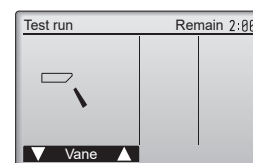

Fig. 7-6
- ① Vérifiez le volet automatique à l'aide des boutons [F1] [F2]. (Fig. 7-6)
- ② Appuyez sur le bouton [RETURN] (RETOUR) pour revenir à l'écran "Test run" (Test fonctions).
- ③ Appuyez sur le bouton [ON/OFF].